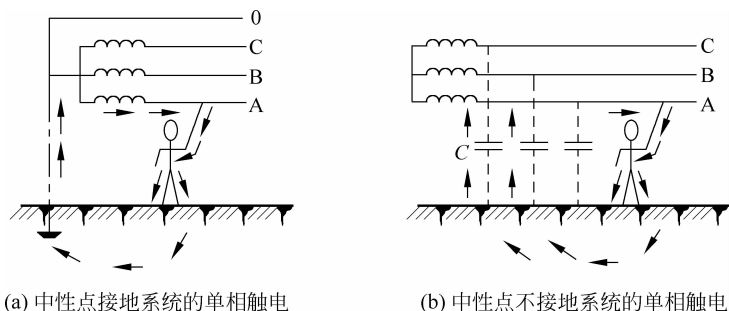

图 1-1 单相触电示意图
① 中性线接地电网的单相触电。在中性线接地的电网中,发生单相触电的情形如图 1-1(a)所示。这时,人体触及的是相电压,在低压动力和照明线路中为 220V。电流经相线、人体、大地和中性点接地装置形成通路,触电的后果往往很严重。
② 中性线不接地电网的单相触电。在中性线不接地的电网中,发生单相触电的情形如图 1-1(b)所示。当站立在地面的人手触及某相导线时,由于相线与大地存在电容,所以有对地的电容电流从另外两相流入大地,并全部经过人体流入人手触及的相线。一般来说,导线越长,对地的电容电流越大,其危险性越大。
(2) 两相触电